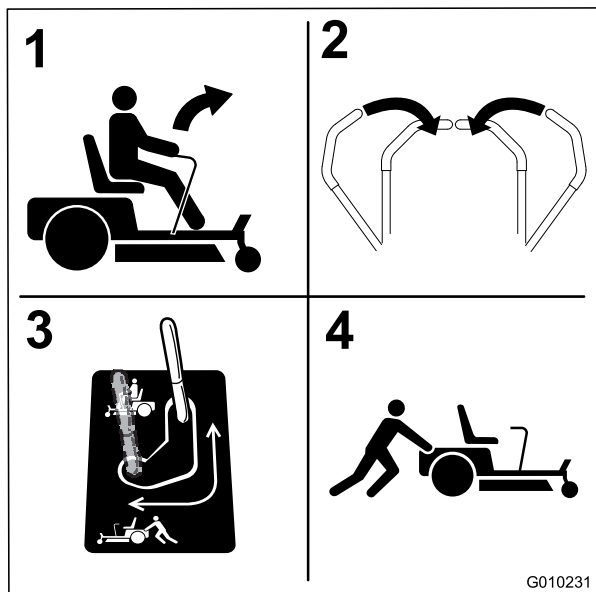

Figure 32
4. Déplacez les leviers de dérivation en arrière, puis abaissez-les pour les bloquer en place comme illustré à la Figure 32 et désengager les moteurs de roues. Répétez cette procédure de chaque côté de la machine.
Placez la dérivation à la position voulue pour utiliser la machine (Figure 32) et engager les moteurs des roues.